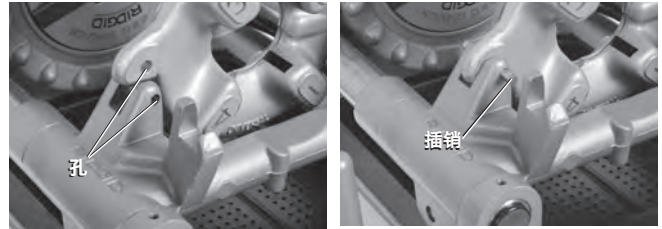

图 26 - 固定左旋牙模头到位
2. 将一根 2" 长的 $\frac{5}{16}$ " 销穿过托架支座与左旋牙模头的孔进行固定 (见图 26)。